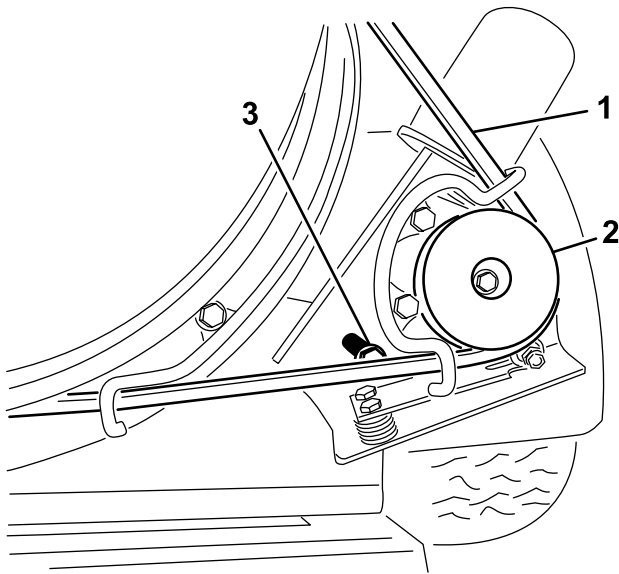

図 34
1. プーリ取り付けブラケットをブローのフレームに固定しているボルトをゆるめる (図 34)。